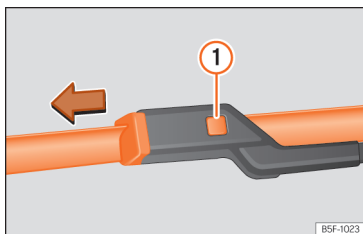

Fig. 209 Substituição das escovas do limpa para-brisas.
- Mantenha pressionado o botão de desbloqueio » » » Fig. 209 ① puxando ligeiramente pela escova no sentido da seta.